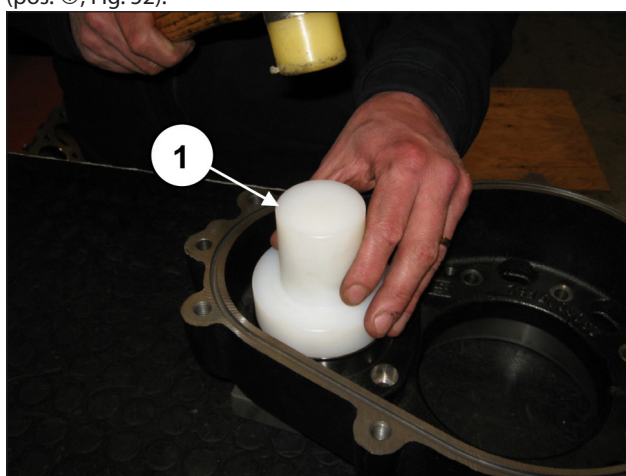
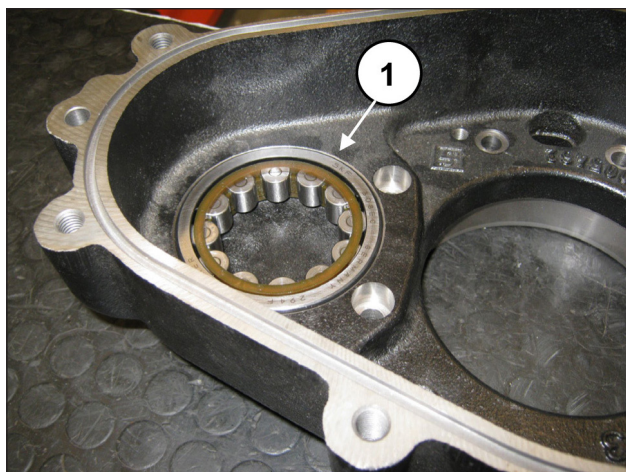

Fig. 51
Fig. 52
Sulla scatola riduttore premontare l'anello esterno del cuscinetto pignone utilizzando l'attrezzo cod. 27604900 (pos. ①, Fig. 51) fino al suo completo inserimento a battuta (pos. ①, Fig. 52).